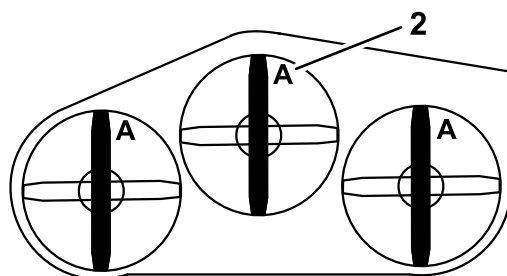
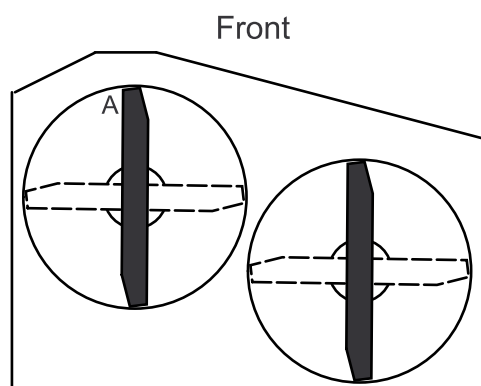

Figure 70
Figure 71
3. Placez la machine sur une surface plane, et tournez une lame dans le sens longitudinal. Mesurez au point **A** et entre la surface plane et le bord coupant des pointes des lames (Figure 70) Pour les tabliers de coupe de 36 pouces, reportez-vous à la Figure 71.